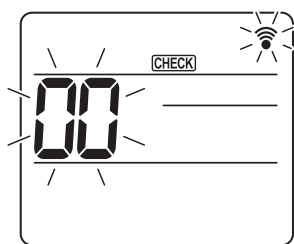
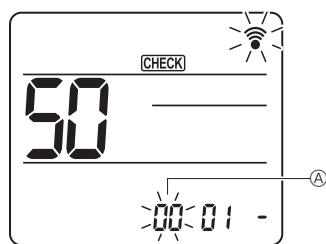
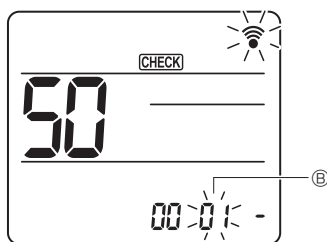

Fig. 7-17
Fig. 7-18
Fig. 7-19
- ① Vaya al modo de selección de función
- (Inicie esta operación con la pantalla de estado del mando a distancia apagada). [CHECK] (COMPROBAR) se ilumina y "00" parpadea. (Fig. 7-17)
- ② Configuración del número de unidad
- Pulse el botón [DOWN] para seleccionar el número de unidad ②. (Fig. 7-18)
- ③ Seleccione un modo
- Pulse el botón [DOWN] para seleccionar el número de modo ③. (Fig. 7-19)